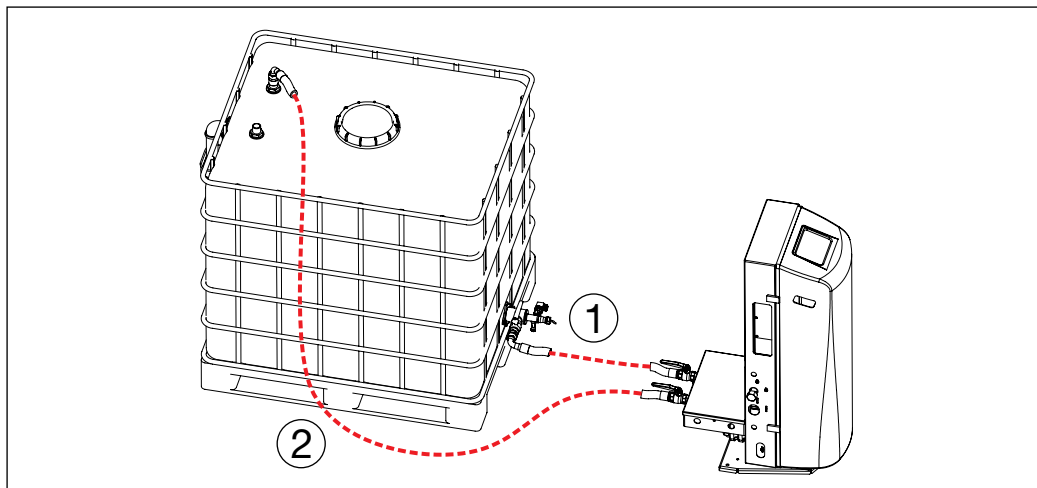

Abbildung 15: Anschluss der Umwälz- bzw. Saugleitung
Das multicontrol autofill Verbindungsset G, bestehend aus 2 Stk. Gewebeschläuchen inkl. 1 Stk. Messing Rohrverlängerung, stellt die hydraulische Verbindung zwischen dem Nachspeisegerät multicontrol autofill solo EMCA-S und dem multicontrol autofill Gefäß EMCA-G dar. Die beiden Schläuche (Saugleitung und Umwälzleitung) werden wie nachfolgend dargestellt angeschlossen (Abbildung 15).
Saugleitung (1) wird wie in Abbildung 15 dargestellt mit der Behälteranschluss-Einheit am EMCAG verbunden. Bei optionaler Ausführung der Umwälzleitung (2) wird sie an die Tankdurchführung an der Oberseite des Behälters angeschlossen.